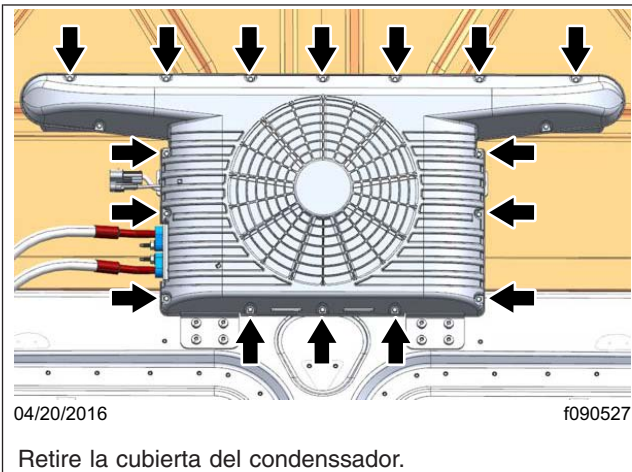

Figura 11, Limpieza del condensador
- De ser necesario, retire los 16 sujetadores, luego retire la cubierta del módulo del condensador. Vea la **Figura 11**.